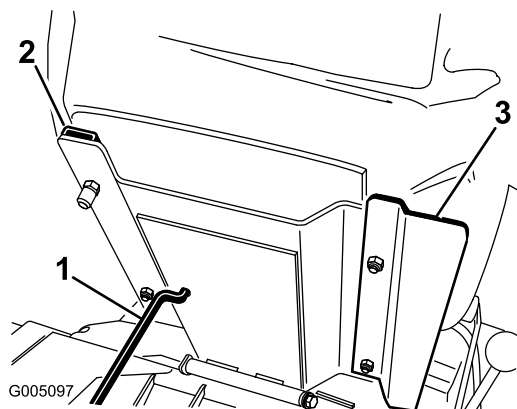

Figura 5
3. Fissate il sedile, il pannello e le guide di scorrimento con i dadi di bloccaggio (0,79 cm) (Fig. 6) forniti come parti sciolte. Montate il pannello del sedile sul lato destro e posizionatelo come mostrato in Figura 5.